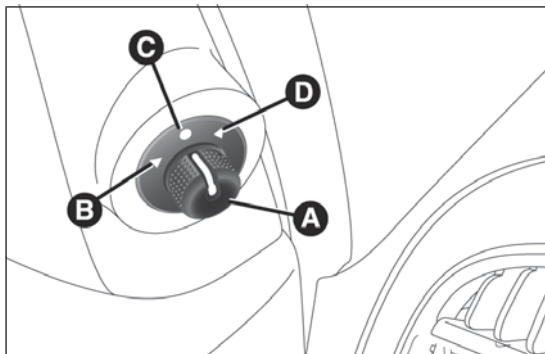

fig. 36
- ☐ con el dispositivo A fig. 36 seleccionar el espejo deseado (derecho o izquierdo);